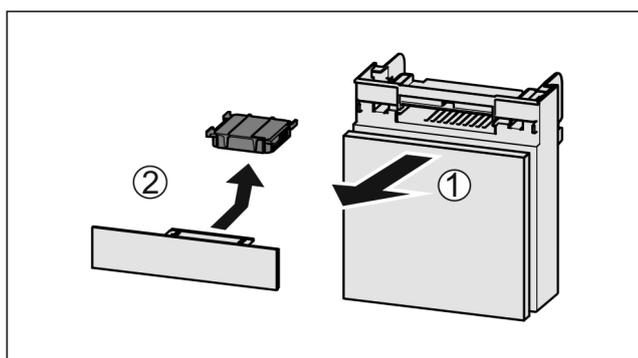

Fig. 142
- ▶ Retire el compartimiento hacia delante Fig. 142 (1).
- ▶ Retire el filtro de carbón activo Fig. 142 (2).